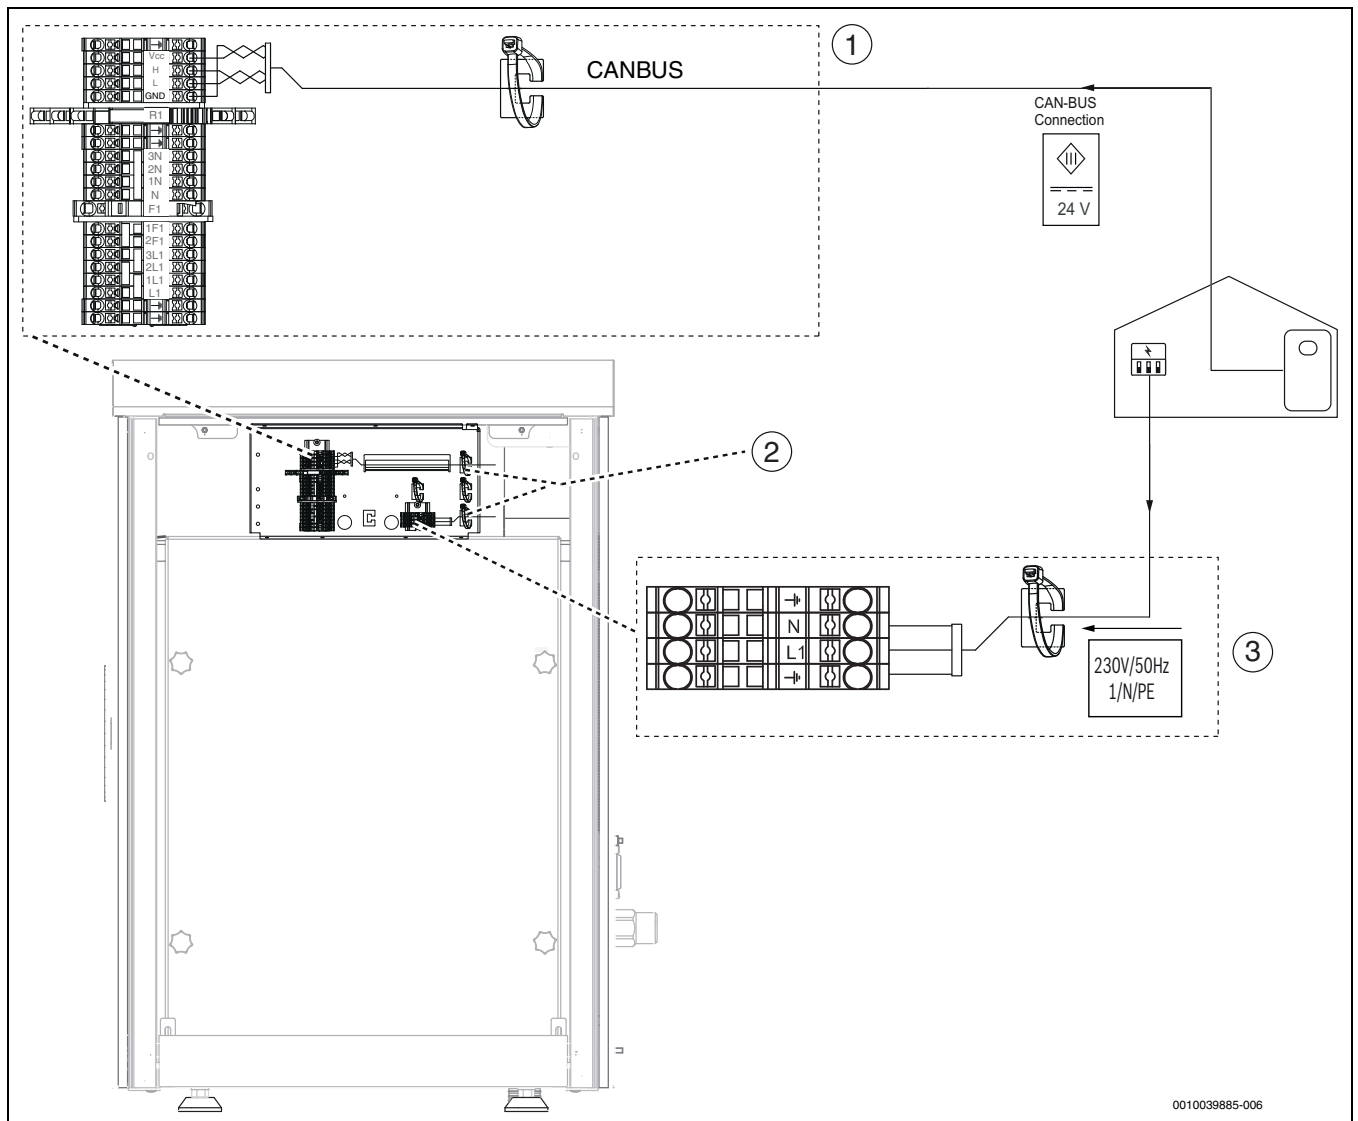

Bild 39 Klemmenkasten
- ▶ Kabel wie in →Bild 39 gezeigt anschließen.